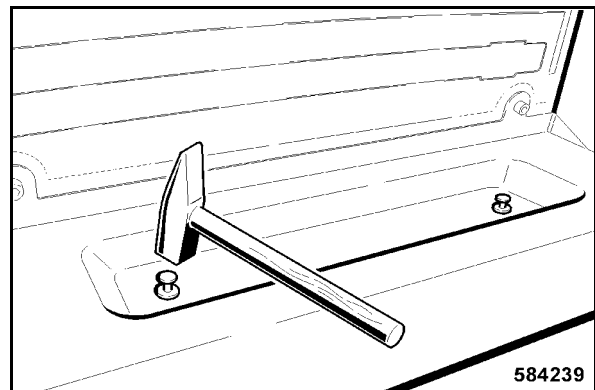

fig. 221
- Installer la plage arrière et enfoncer, avec précaution et à l'aide d'un marteau, les deux fixation en plastique dans les alésages respectifs (fig. 221).